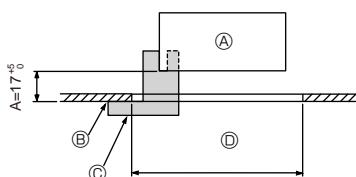

Fig. 9-2
①	Решетка	1	950 x 950 (мм)
②	Монтажный калибр	1	(Поделен на 4 части)
③	Винт (4 x 16)	1	для PLP-6EAЕ, PLP-6EALE, PLP-6EALME
④	Угловая панель i-see sensor	1	для PLP-6EAЕ, PLP-6EALE, PLP-6EALME
⑤	Беспроводной пульт дистанционного управления	1	для PLP-6EALM, PLP-6EALME
⑥	Держатель пульта дистанционного управления	1	Входит в комплект при наличии беспроводного пульта дистанционного управления.
⑦	Батарейки LR6 AA	2	Входит в комплект при наличии беспроводного пульта дистанционного управления.
⑧	Шурупы-саморезы 3,5 x 16	2	Входит в комплект при наличии беспроводного пульта дистанционного управления.
9.2. Подготовка к установке вентиляционной решетки (Fig. 9-2)
- С помощью поставляемого в данном комплекте калибра ② отрегулируйте и проверьте размещение главного прибора относительно поверхности потолка. Если положение главного прибора относительно поверхности потолка неправильное, то результатом могут явиться утечки воздуха или образование конденсата.